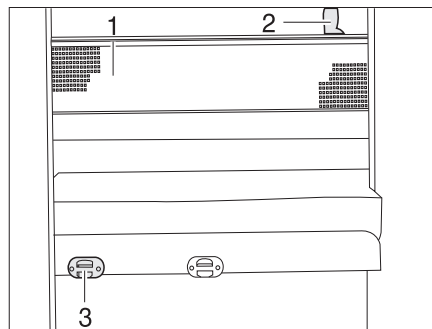

Fig. 170 Rete protettiva
- Agganciare la scaletta di accesso con i longheroni nell'apposito supporto (Fig. 170,3) al diaframma.
La rete protettiva (Fig. 170,1) è stivata sui modelli di serie tra il materasso e il telaio portamaterasso. Fissare la rete protettiva soltanto dopo che la persona si è già stesa nel letto.
- Fare innestare i nastri di sostegno (Fig. 170,2) nei supporti sul soffitto.